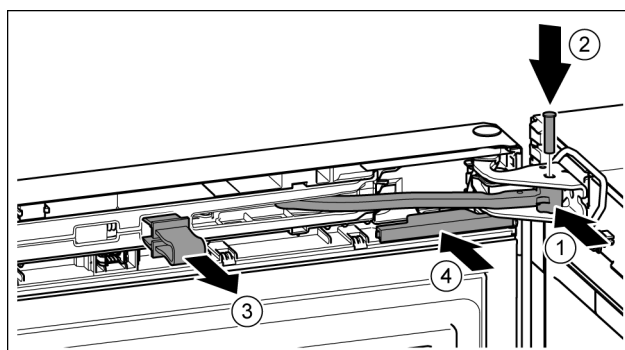

Fig. 42
- ▶ Gelenk in Lagerbock drehen. Fig. 42 (1)
- ▶ Bolzen in Lagerbock und Gelenk einsetzen. Dabei darauf achten, dass der Rastnocken korrekt in der Nut sitzt. Fig. 42 (2)
- ▶ Sicherung abnehmen. Fig. 42 (3)
- ▶ Abdeckung aufschieben. Fig. 42 (4)